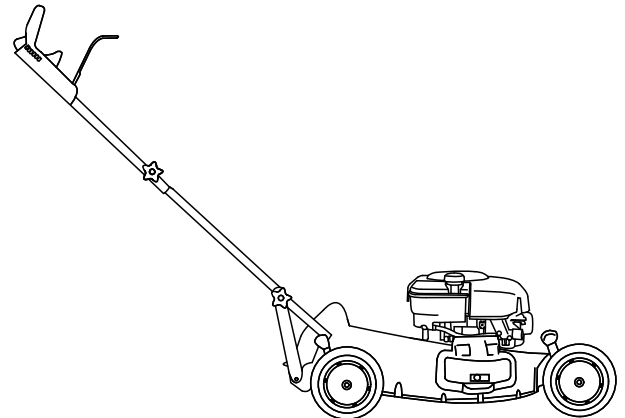

Bild 5
4. Drehen Sie den Griff nach hinten (Bild 5).